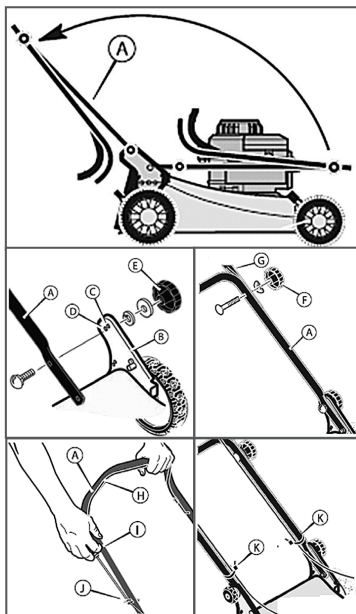

Рис. 3 Сборка газонокосилки
3. Установите нижнюю часть А рукоятки в рабочее положение (Рис. 3).
4. В скобе рукоятки (В) имеется два крепежных отверстия (Рис. 3). Используйте отверстие (С) для крепления рукоятки в верхнем положении. Используйте отверстие (D) для крепления рукоятки в нижнем положении.
5. Закрепите отверстие в любом из отверстий (С) или (D), в соответствии с рисунком. Закрутите зажимы (Е) до фиксации нижней части рукоятки.
6. Снимите зажимы (F) и крепежные элементы с нижней рукоятки (А). Установите верхнюю рукоятку (G) в рабочее положение. Затягивайте зажимы (F) до фиксации верхней и нижней рукояток в соответствующих положениях.
7. Для установки троса ручного стартера, сначала необходимо задействовать рычаг остановки двигателя (H). Медленно потяните ручку стартера (I) и заправьте трос стартера в направляющую (J).
8. Закрепите тросы на рукоятке, при помощи держателей (K).